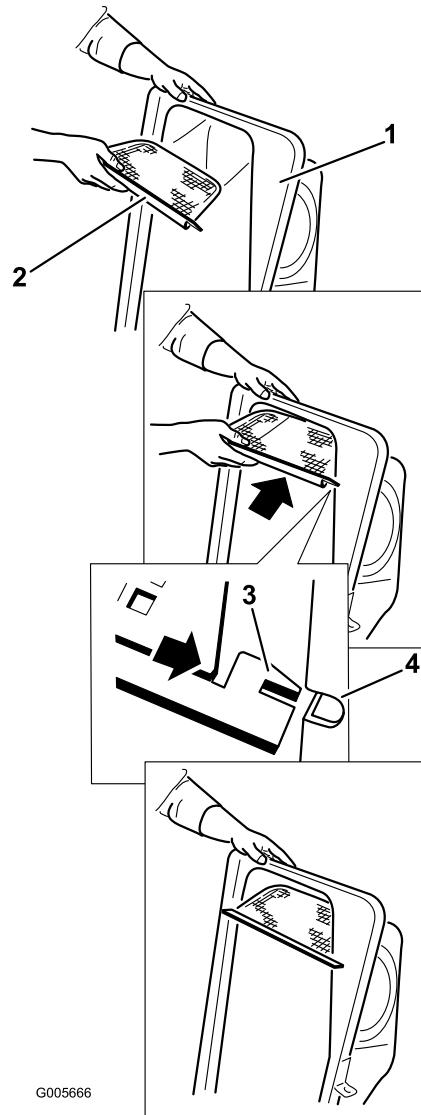

Figura 10
2. Montate la griglia come illustrato nella Figura 10 e verificate che sia inclinata verso i cestini di raccolta.